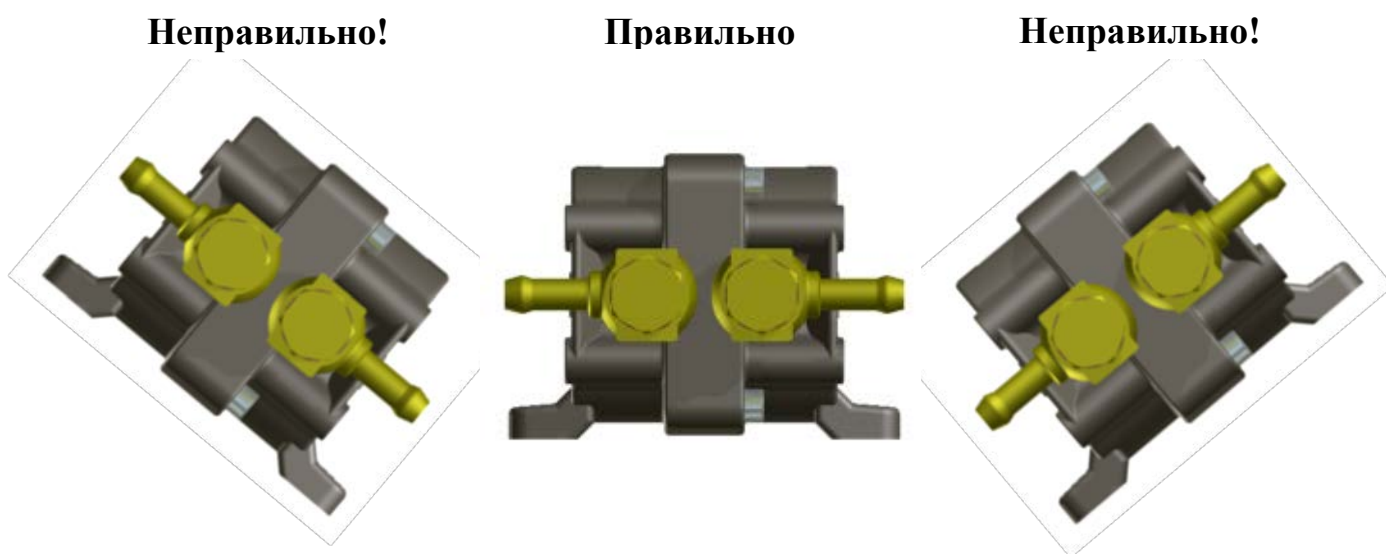

Рисунок 7 - Выбор плоскости для монтажа
6. Нежелательно устанавливать расходомер с отклонением плоскости вращения шестерён от вертикальной плоскости (рис. 7).